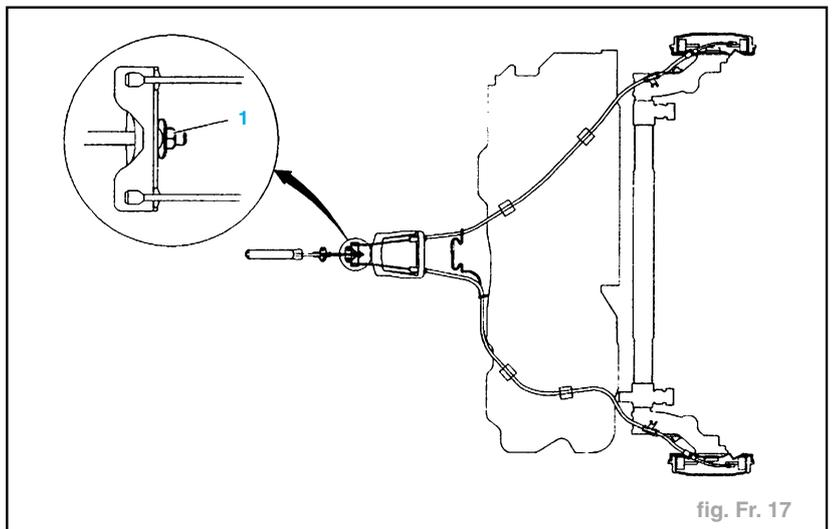

fig. Fr. 17
- Serre l'écrou (1) jusqu'au serrage des freins arrière (fig. Fr. 17).